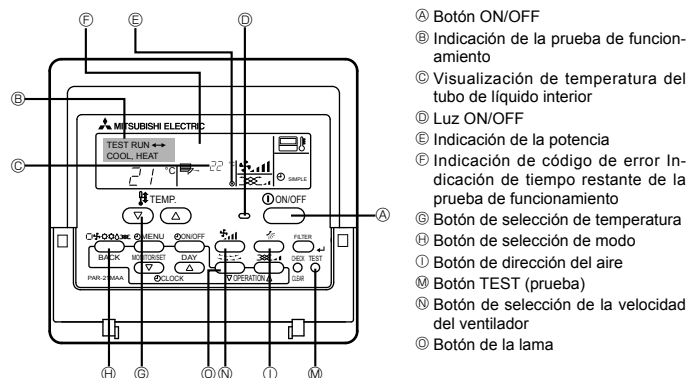

Fig. 6-1
6. Prueba de funcionamiento (Fig. 6-1)
Al usar el controlador remoto cableado (Fig. 6-1)